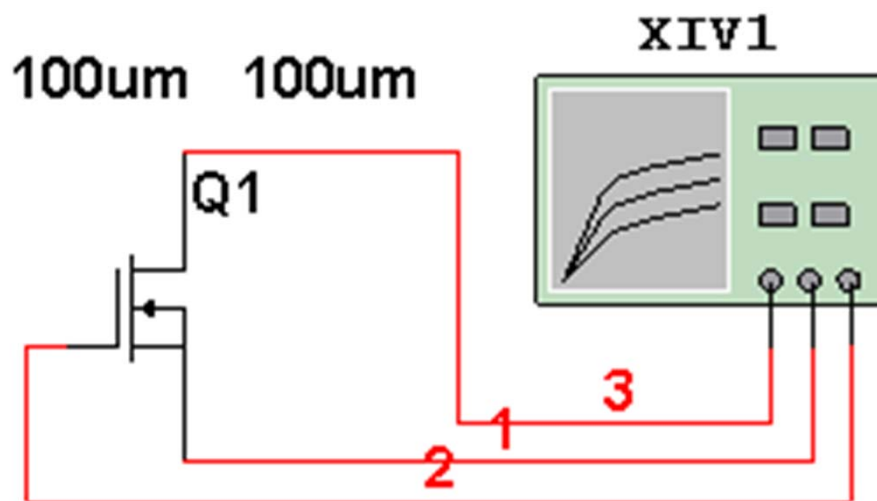

图5-4-3 场效应管观测电路
在Multisim中用IV分析仪测试理想绝缘栅型场效应管如图5-4-3所示，改变 $V_{GS}$ ，观察电压 $V_{DS}$ 与 $i_D$ 之间的关系。
1. Multisim中选择理想绝缘栅型场效应管，选择按图5-4-3连接好电路。